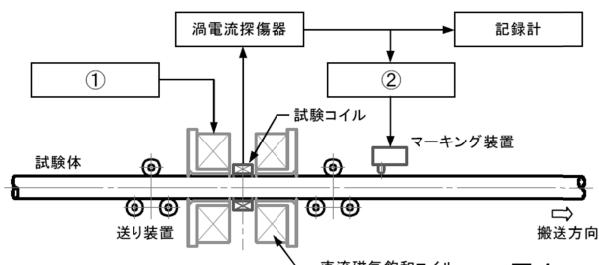

図4
図4において、①のブロックの出力は直流磁気飽和コイルに接続されており直流電源が正解である。②のブロックは渦電流探傷器からの信号を入力とし、出力はマーキング装置に接続されており遅延回路が正解である。したがって、正答は(c)となる。なお、渦電流探傷システムや渦電流探傷器本体の代表的な回路構成図は、『渦流探傷試験 I』の p.44 や p.45 に記載されており、資格取得を目指す人は理解しておく必要がある。